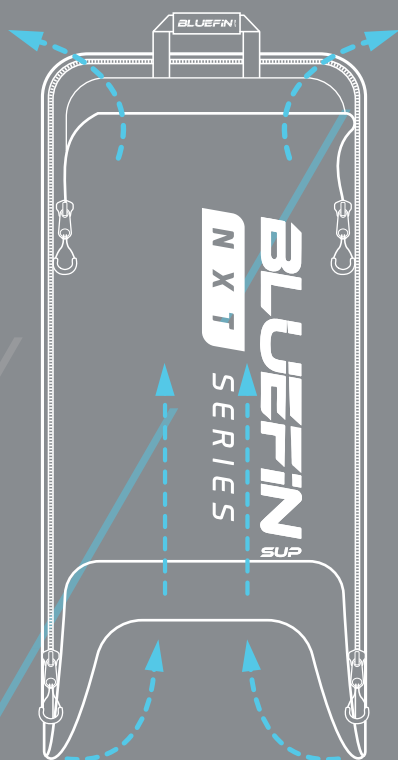

Imagen 1.
- Abre el bolsillo exterior frontal de la mochila y dale la vuelta de dentro afuera. **Imagen 1**